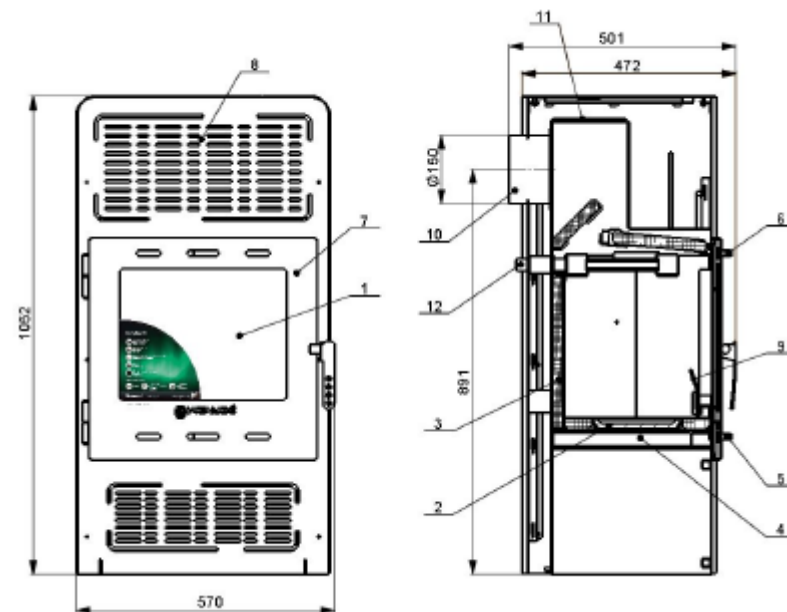

Рис. 1 Vienybė-01
Топка в печке выложена огнеупорной плиткой (вермикулит) 3 (см. рис.1), которая улучшает горение. В дверцу печки 7 вмонтировано термостойкое стекло, которое позволяет видеть пламя. Первичная подача воздуха регулируется при помощи заслонки 5. Вторичная подача воздуха в топку подается через заслонку регулирования 6. В печке используется отражатель огня 9.
Печка должна быть смонтирована таким образом, чтобы не были бы заблокированы заслонки регулирования подачи воздуха 5 и 6 (см. рис. 1).
- изъять подсоединение дымохода 10 (см. рис.1), отвинтив крепежные болты;
Разжигание. Полностью откройте заслонки первичной и вторичной подачи воздуха 5 и 6 (см. рис.1). На дно топки положите два полена маленького размера, оставляя между ними промежутки. В промежутки вложите скомканную бумагу или таблетку твердого топлива, на которую нужно крестообразно положить мелко нарубленные сухие дрова, на них положить дрова средней величины. Бумагу поджечь и после ее возгорания закрыть дверцу. Ручка дверцы может быть горячей, поэтому надо пользоваться защитной рукавицей. Интенсивность горения регулировать при помощи заслонок подачи воздуха.